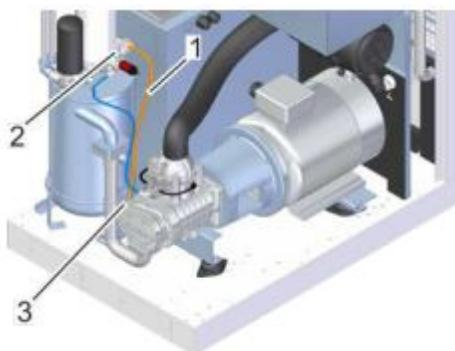

Рис. 44: Трубопровод для отведения охлаждающей жидкости
5. → Отсоедините трубопровод отвода охлаждающей жидкости (Рис. 44/1) от фильтра тонкой очистки (Рис. 44/2) и ступени компрессора (Рис. 44/3).
6. → Прочистите трубопровод для отведения охлаждающей жидкости (Рис. 44/1) и насадку, при необходимости замените оригиналыми запчастями (↗ *Приложение D «Перечень запчастей» на стр. 77*).
7. → Верните насадку и трубопровод отвода охлаждающей жидкости (Рис. 44/1) на место и затяните винты.